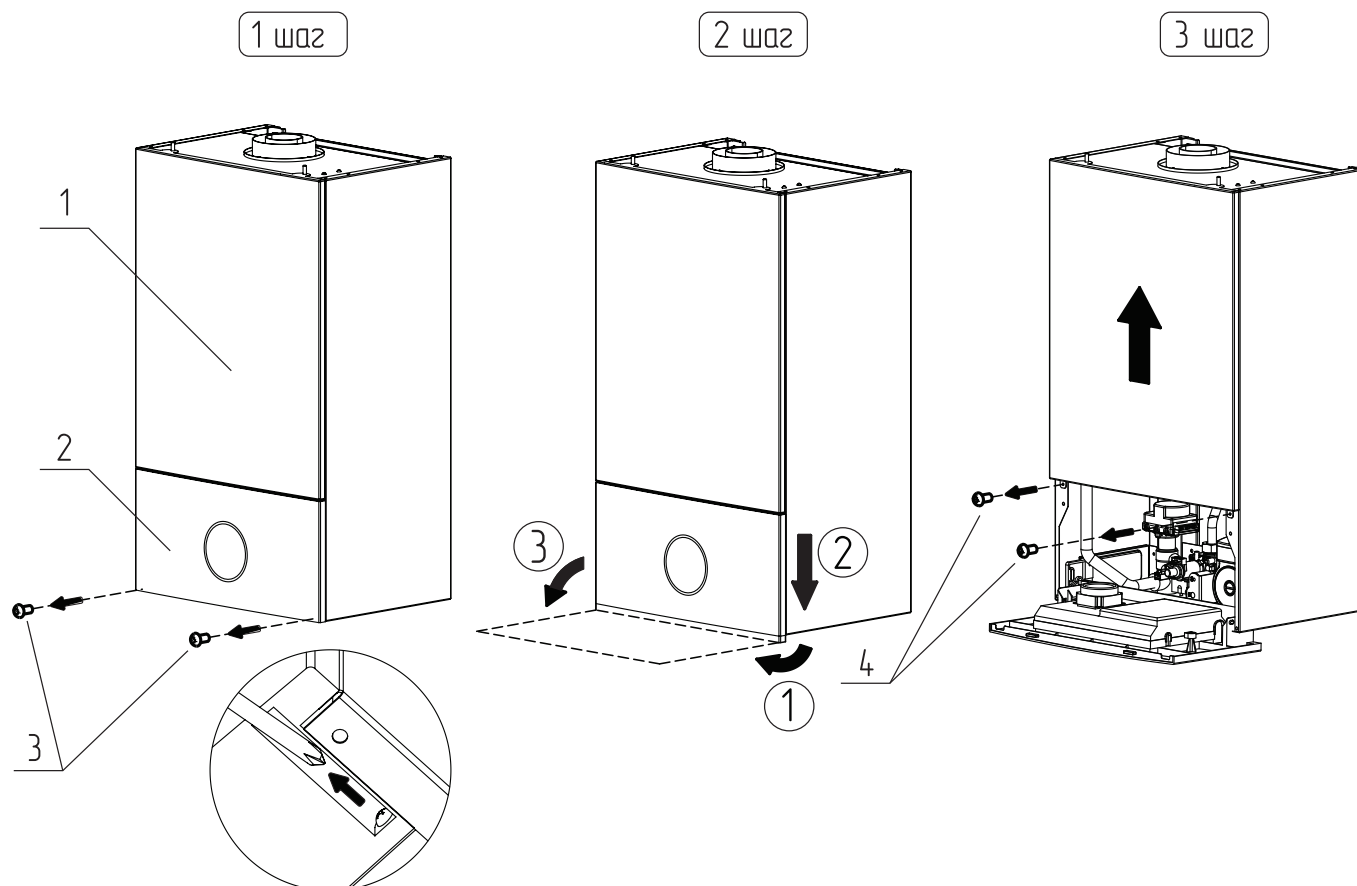

Рис. 20 Открытие крышки котла, доступ к коммутации панели управления
1. Отвинтите 2 винта (**Рис. 20, поз.3**) в нижней части панели управления (**Рис. 20, поз.2**);
3. Отвинтите винты фиксации передней крышки (**Рис. 20, поз.4**) и потяните крышку для снятия.